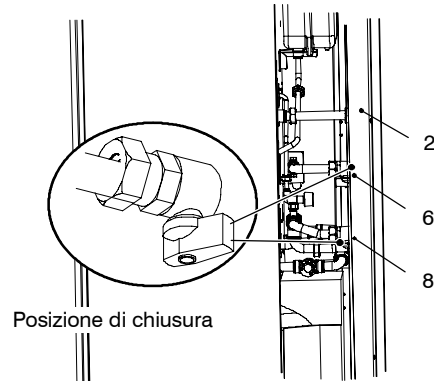

fig. 6.2
- 4 Richiudere il rubinetto gas 6 in fig. 6.2